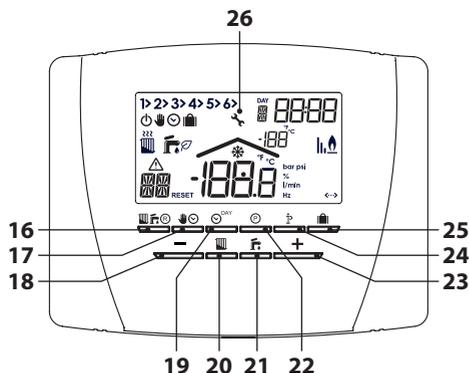
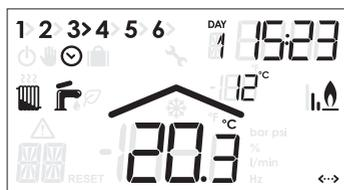

Figura 2.3
Figura 2.4
- Premere il tasto 16 (Figura 2.3) fino a visualizzare le icone  e  (Figura 2.4).
- Premere il tasto 17 (Figura 2.3) per selezionare il modo di funzionamento  (manuale) o  (automatico) (Figura 2.4).
- Premere il tasto 16 (Figura 2.3) fino a visualizzare solo l'icona  (Figura 2.4).
- Premere il tasto 16 (Figura 2.3) fino a visualizzare solo l'icona  (Figura 2.5).
- Premere il tasto 20 (Figura 2.3); il display mostrerà il set impostato per il circuito di riscaldamento.
- Premere il tasto 18 (diminuzione) o 23 (aumento) (Figura 2.3) per impostare il valore di temperatura desiderato.
- Premere il tasto 21 (Figura 2.3); il display mostrerà il set impostato per l'acqua calda sanitaria.